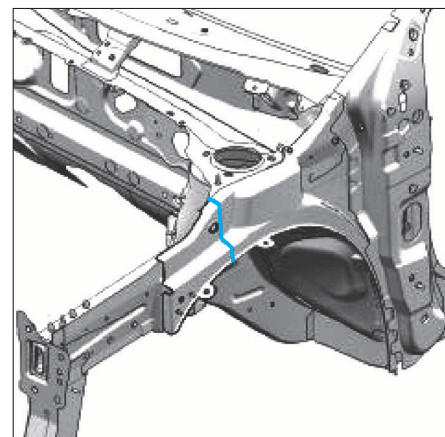

FIG. 10
- Remplacement partiel partie extrême avant (Fig.10). Cette opération peut permettre d'accéder à l'intérieur du corps creux pour un redressement.